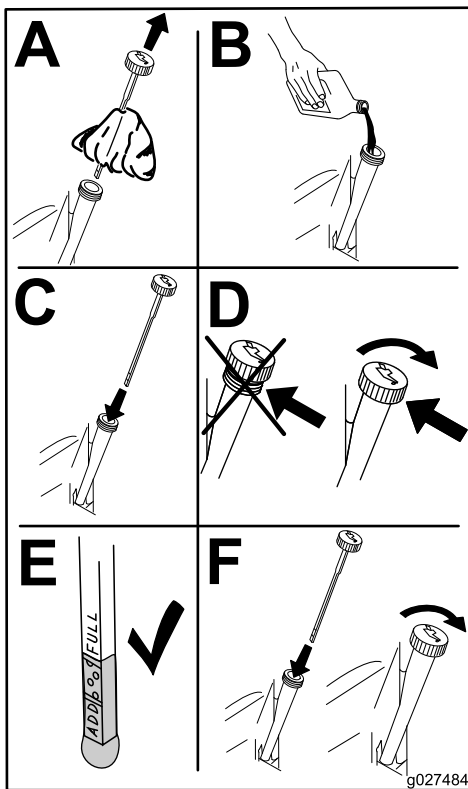

Figura 24
4. Versate lentamente circa l'80% della quantità d'olio specificata nel foro di riempimento (Figura 24).
5. Attendete 3-5 minuti che l'olio si stabilizzi, poi verificate il livello dell'olio (Figura 24).